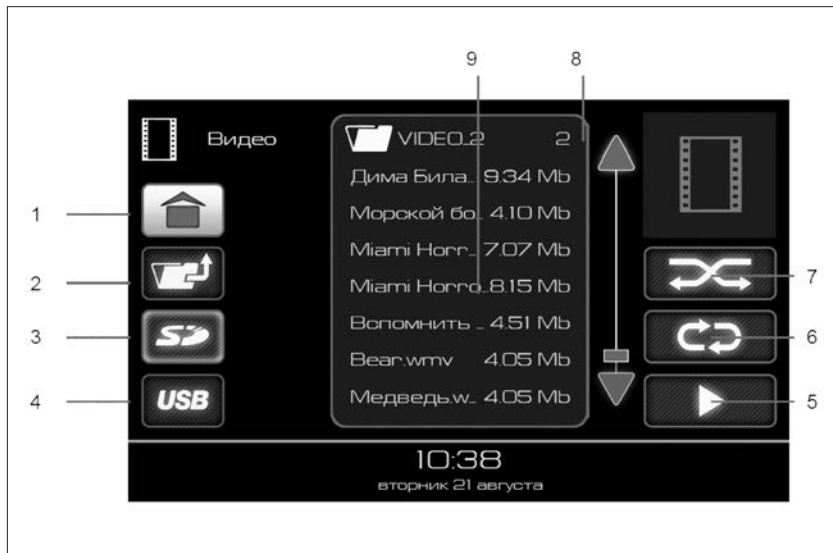
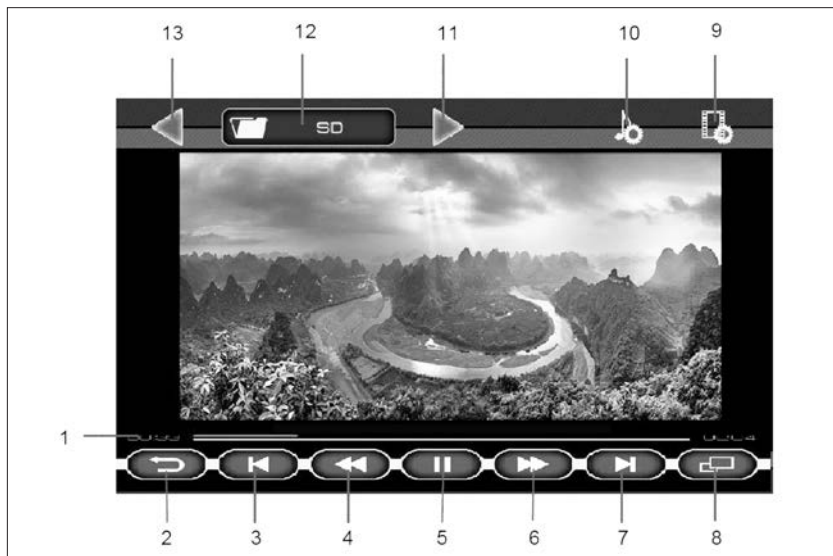

Рис. 58. Окно режима «ВИДЕО»
Рис. 59. Окно проигрывания видеофайлов
Примечание. При нахождении режима «Видео» в состоянии пауза (индикатор 5, рис. 59), повторный вход переведет MMC в режим проигрывания видеofайла.
Доступные для воспроизведения видеофайлы и папки отображаются в списке (9). Двойное нажатие на изображении папки  отобразит список видеофайлов в этой папке. Для выхода из папки нужно нажать кнопку **2** (рис. 58).
- двойное нажатие на выбранный файл позволяет воспроизвести именно его, при этом доступна кнопка включения режима повторного воспроизведения (кнопка **6**, рис. 58).
дения файлов (кнопка **6**, рис. 58) позволяет воспроизвести все видеофайлы, находящиеся в списке (9).
- выбор папки одиночным нажатием на изображении папки , в списке (9) (рис. 58), а затем нажатие кнопки воспроизведения файлов (кнопка **5**, рис. 58) позволяет воспроизвести все видеофайлы, находя-
Для включения полноэкранного режима воспроизведения нажать кнопку **8** (рис. 59) или на изображение.
Если при воспроизведении видеофайла нажать на кнопку «II» (5) (рис. 59), а затем нажать на кнопку возврата (кнопка **2**, рис. 58), то произойдет переход в главное меню, и в кнопке **8 «Видео»** (рис. 53) появится индикатор паузы. Этот режим позволяет вернуться к воспроизведению видеофайла с того места, где была поставлена пауза.
Доступные для просмотра файлы и папки отображаются в списке (9), (рис. 58). Для отображения списка файлов внутри папки нужно нажать на изображение папки  в списке (9). Для выхода из папки нужно нажать кнопку 2.
Нажмите на изображение файла в списке и кнопку 5 (рис. 58) либо дважды нажмите на выбранный файл для запуска просмотра файлов, начиная с выделенного в списке курсором. Для организации слайд-шоу должен быть включен режим повторного воспроизведения. ММС перейдет в окно проигрывания файлов изображения.